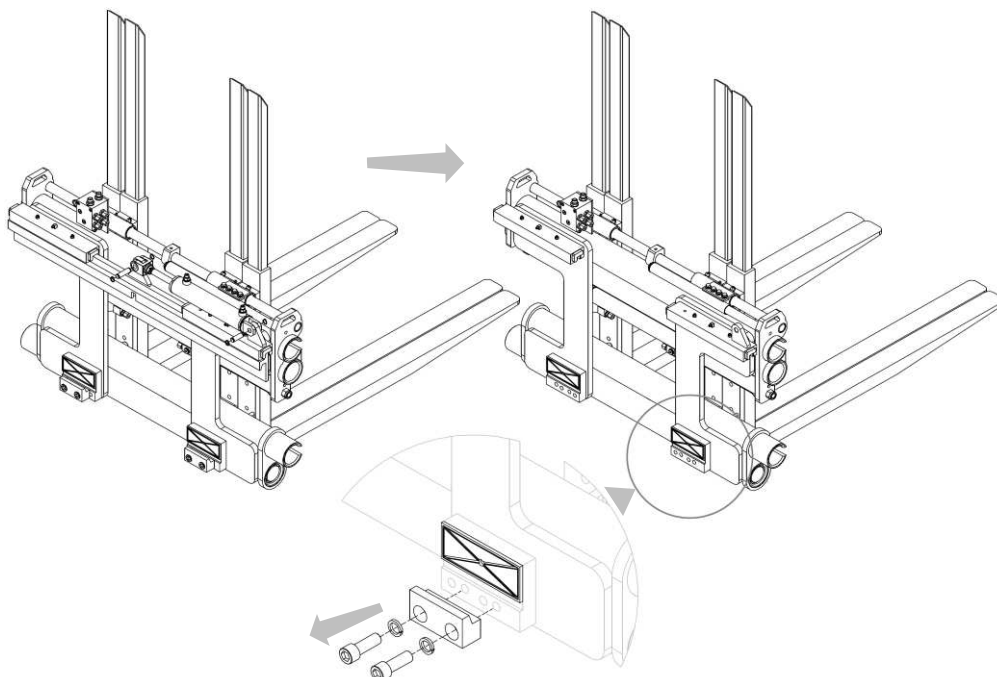

Figura 4
7. Rimuovere i ganci inferiori dall'attrezzatura e ingrassare i lardoni/rulli di scorrimento (vedi Figura 4).